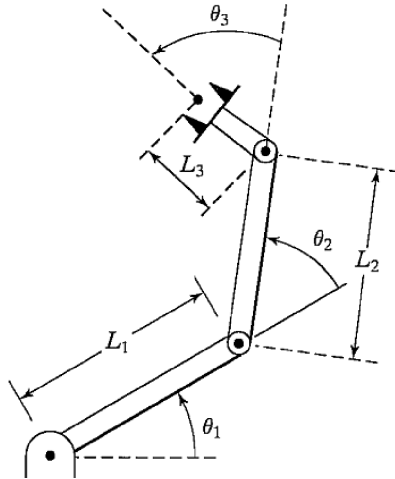

Figura 2: Braço planar de três juntas.
8. Escreva uma função para calcular a cinemática inversa para o manipulador de três juntas da Figura 2. A rotina deve ter a seguinte estrutura: